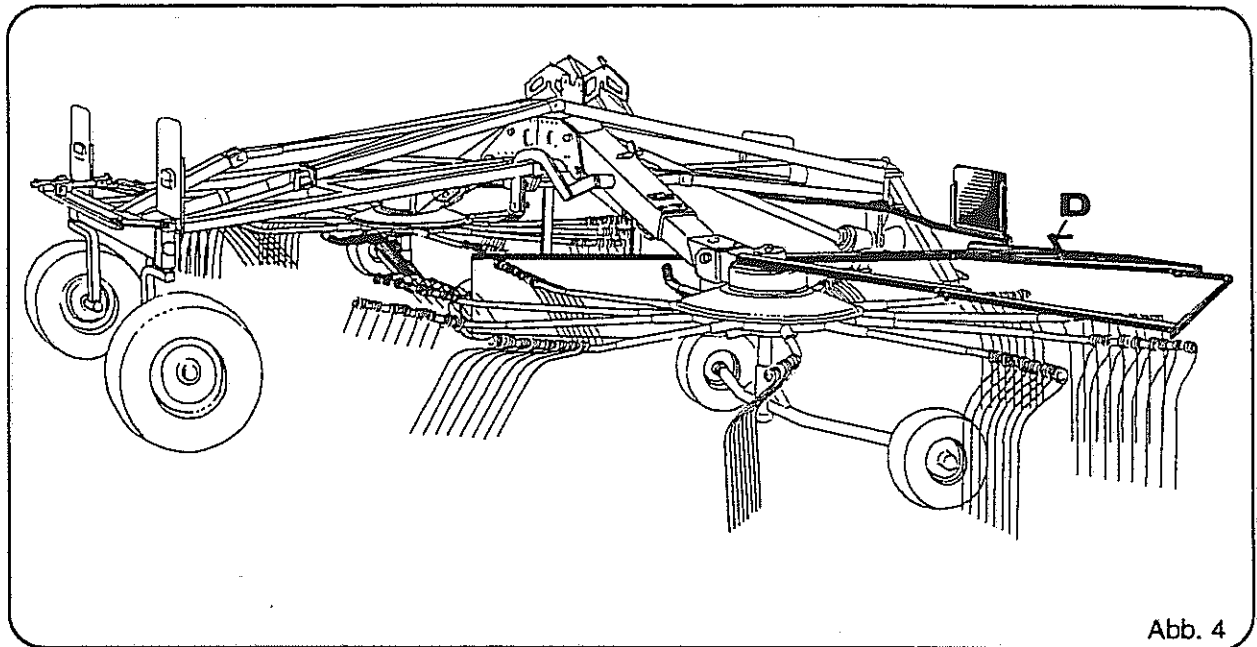

Abb. 4
1. Schutzvorrichtungen mit Handkurbeln für Höhenverstellung der Kreisel und der mittlere Schutzbügel müssen angebracht sein (siehe Abb. 4). Handkurbel links wie rechts mit Rohrklappstecker sichern (Abb. 4, Pos. D).
Die Schutzvorrichtungen mit den Handkurbeln zur Höhenverstellung der Kreisel werden auf die Kreiselgetriebe montiert, der vordere Schutzbügel wird am Zwischenträger hinter dem Tragbock angeschraubt (siehe Seite 9, Abb. 4).